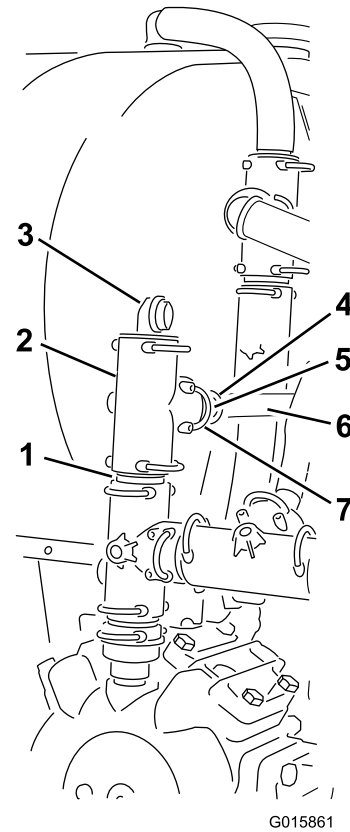

Bild 33
- Stecken Sie den S67-Anschluss oben in das offene T-Stück, und sichern Sie es mit einer Haltegabel (Bild 33).
- Bringen Sie ein gezahntes 90°-Anschlussstück am oberen Ende des T-Stücks an (Bild 33), und befestigen Sie es mit einer S67-Haltegabel.
Hinweis: Richten Sie die Düse nach hinten aus (Bild 33).
- Bringen Sie ein S67/S53-Reduzierstück in der Seite des T-Stücks an, und befestigen Sie das Reduzierstück mit einer S67-Haltegabel (Bild 33).
- Befestigen Sie ein gerades, gezahntes S53-Anschlussstück mit einer S53-Haltegabel im Reduzierstück (Bild 33).